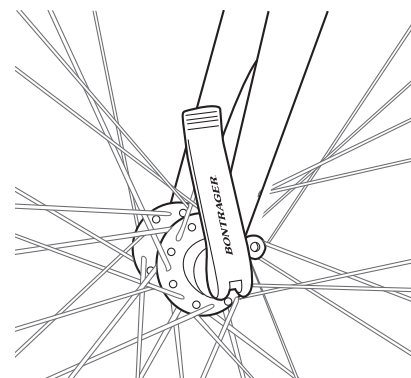

図 42. フロントレバーの位置。
4. レバーをバイクやアクセサリーの一部（ラックやフェンダーなど）と接触せず、かつ、道路にある障害物と引っ掛からない位置に調整してください（図 42と43）。